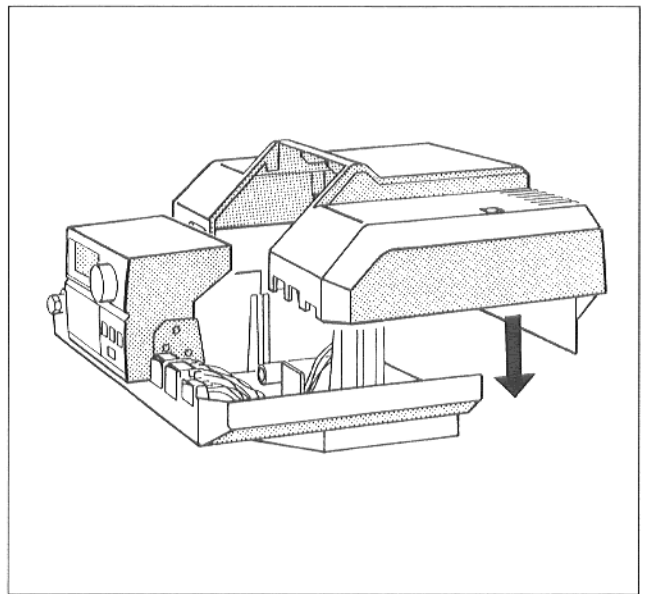

Abb. 20
- Klemmenabdeckhaube aufsetzen und am Regelgerät festschrauben (Abb. 20).